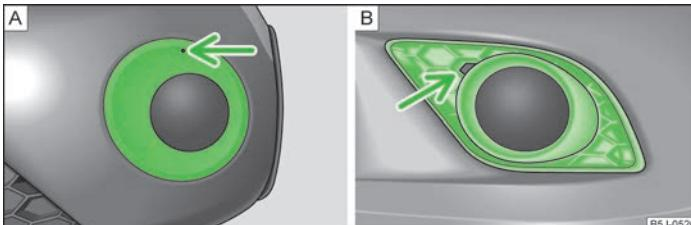

Fig. 151 Paragolpes delantero: Fabia Scout/Fabia RS
- » Introducir en la abertura por encima del faro antiniebla » fig. 151 - **A** (Fabia Scout) el estribo de alambre » página 161, Herramienta de a bordo y extraer la caperuza protectora.
- » Introducir un dedo en la abertura junto al faro antiniebla » fig. 151 - **B** (Fabia RS) y extraer la caperuza protectora.